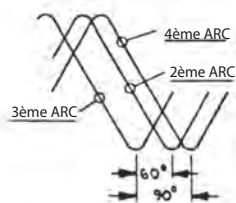

FIGURE 1
- (A) ON PEUT VÉRIFIER QUE L'ANGLE DE DÉPHASAGE ET L'ORDRE DE PHASE SOIENT CORRECTS EN UTILISANT UN OSCILLOSCOPE DE LA MANIÈRE SUIVANTE :
- 3). BRANCHER L'ENTRÉE DE L'OSCILLOSCOPE SUR CHAQUE BUSE C.A. ET NOTER LA DIFFÉRENCE DE TEMPS OU DE PHASE ENTRE LES TROIS. ELLES DEVRAIENT RESSEMBLER À LA FIGURE 1.